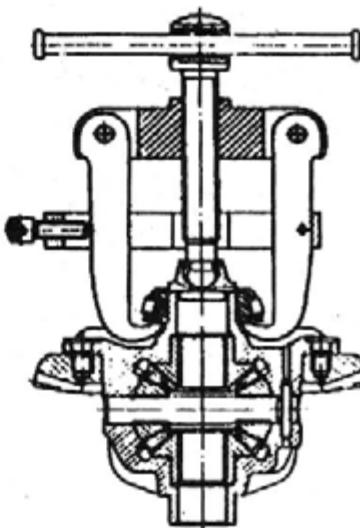

Рис. 144. Снятие подшипника дифференциала
1. Снимите подшипники дифференциала с помощью съемника (рис. 144).